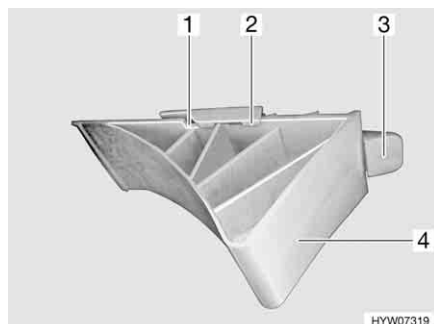

Fig. 9 Cuneo d'arresto
- Spingere il passante di sostegno (Fig. 9,3) verso l'alto.
- Tirare in avanti il cuneo d'arresto (Fig. 9,4) fino a che le fresature del cuneo d'arresto (Fig. 9,1) non coincidono con i naselli del supporto (Fig. 9,2).